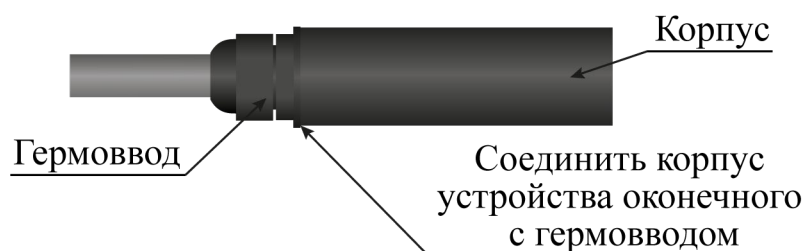

Рисунок 4.22
- навернуть корпус устройства оконечного на гермоввод до упора, не допуская проворачивания экрана относительно кабеля внутри устройства оконечного (рисунок 4.22);